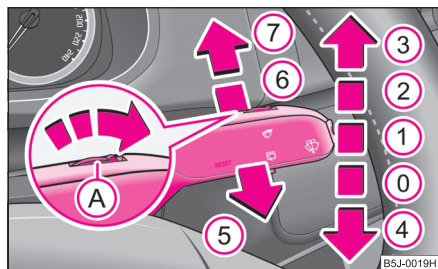

Fig. 41 Manette des essuie-glaces
La manette des essuie-glaces ⇒ fig. 41 peut être mise sur les positions suivantes:
- Ecartez la manette du volant pour la mettre sur la position (6) ⇒ fig. 41, l'essuie-glace intervient toutes les 6 secondes.
Les phares sont nettoyés après un lavage sur cinq du pare-brise à condition que les feux de croisement ou les feux de route soient allumés et que la manette des essuie-glaces soit maintenue une 1 seconde environ sur la position ⑤ ⇒ page 52, fig. 41.